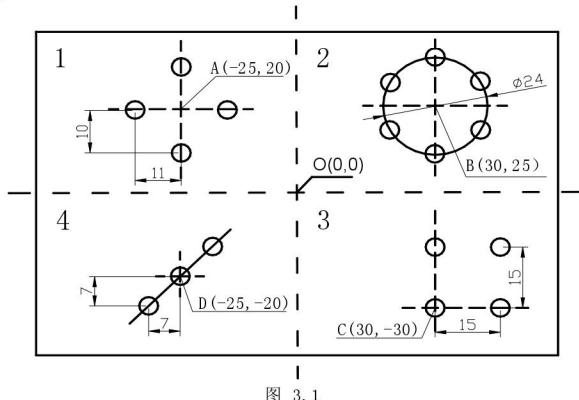

图 3.1
1. 在绝对坐标系下(ABS),移动机台使刀具对准图 3.1 所示中心 O 点。按  $X_0$ 、 $Y_0$  键对 X、Y 轴数据清零，确定绝对坐标零位。
2. 在绝对坐标系下(ABS)，如图 3.1 所示，移动刀具到 O 点，按  $X_0$ 、 $Y_0$  键对 X、Y 轴数据清零，确定绝对坐标零位。
7. 加工同一尺寸的工件时，只要设定 ABS 零点在 O 点后，SDM 零点已自动设置。如图 3.1 进入 SDM 1 坐标系，移动到 X, Y 轴显示值为零的位置就是 SDM 1 坐标系的基准点，用户可以在此基础上对工件加工。在批量加工时，有了这些用户坐标系就可以节省大量的设置用户坐标零点的时间，从而提高加工效率。